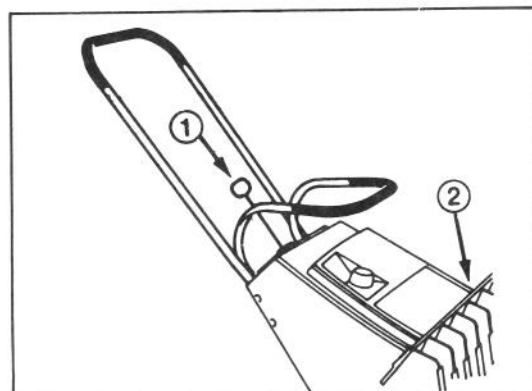

Fig. 5
1. **INSTÄLLNING AV STYRSKENOR** (Fig. 5) – Håll styrskenor lodräta så fungerar slungan mest effektivt. Men snöströmmen kan riktas till höger eller vänster genom att vrida på styrskenereglaset. Förvara snöslungan med styrskenor i lodrät position.